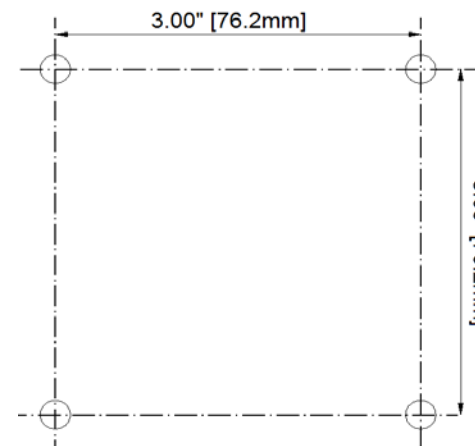

FIG. 4
◆ Refer to Fig 4, mark and drill on a panel for mounting with (4) bolts "L" (customer supplied, 1/4 bolt recommended).
◆ Refer to Fig. 4, mark and drill on a panel for mounting with (4) bolts "Q" (customer supplied, 1/4 bolts recommended).
◆ Consulter la Fig. 4, marquer et percer un panneau aux fins de montage avec (4) boulons "L" (fournis par le client, boulons ¼ recommandés).
◆ Consulter la Fig. 4, marquer et percer un panneau aux fins de montage avec (4) boulons "Q" (fournis par le client, boulons ¼ recommandés).
◆ Refiérase a la Fig 4, marque y perforo en el panel para el montaje con (4) tornillos "L" (Suministrados por el cliente, se recomienda perno de ¼").
◆ Refiérase a la Fig. 4, marque y perforo en el panel para el montaje con (4) tornillos "Q" (Suministrados por el cliente, se recomienda perno de ¼").